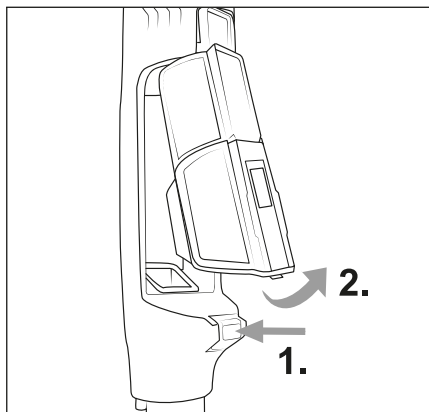

Abb. 14
- 1) Pentru a scoate recipientul de praf **7** și recipientul cu filtru HEPA **5** din aparat apăsați tasta de deblocare a recipientului de praf **25**. Scoateți mai întâi recipientul de praf **7** și apoi recipientul cu filtru HEPA **5** din aparat (a se vedea fig. 14).